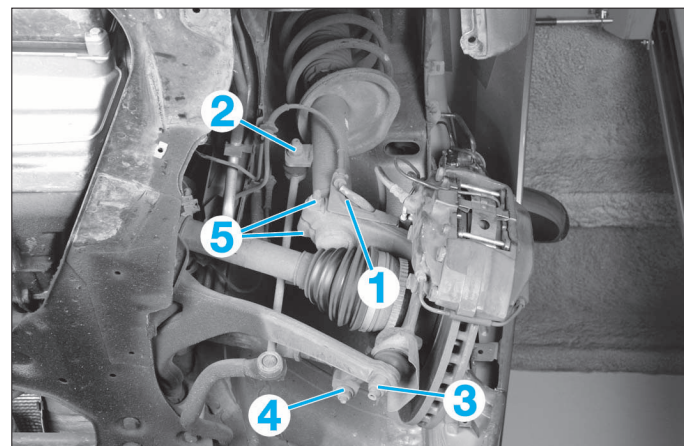
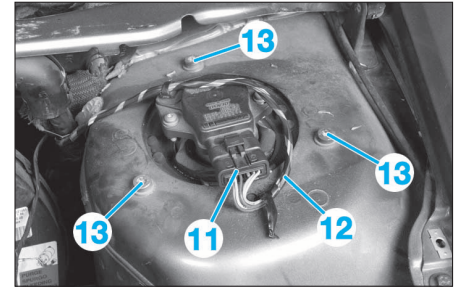

FIG. 15
FIG. 16
- le support faisceau et flexible de frein (1) (Fig.15).
- la fixation supérieure (2) de la biellette de barre stabilisatrice.
- l'écrou de rotule de pivot (3).
- l'écrou de rotule de direction (4).
- le boulon de bridage (5) de l'élément de suspension sur le pivot.
- Débrancher le connecteur de l'actionneur de suspension pilotée (11) (Fig.16) (si équipé).
- Écarter le faisceau (12).
- les 3 vis de fixation supérieure d'amortisseur (13).